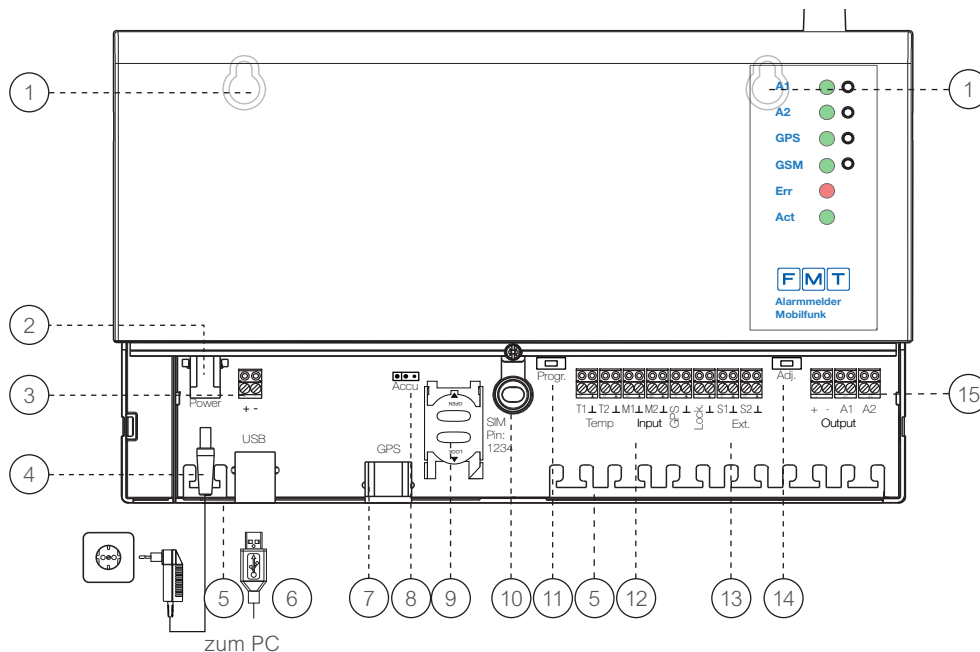

Bild 2: Alarmsender mit geöffnetem Gehäusedeckel
Legende Bild 2
- 3 Hängen Sie den Alarmsender an den oberen beiden schlüssellochähnlichen Öffnungen in der Grundplatte (siehe Bild 2, Pos. 1 und beiliegende Bohrschablone) auf.
- 7 Schieben Sie den SIM-Karten-Halter (siehe Bild 2, Pos. 9) vorsichtig nach oben (OPEN) und klappen diesen nach oben auf.